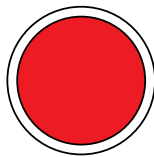

Figure 57. Bouton d'arrêt du disjoncteur
2. Appuyez sur le **bouton OFF (ARRÊT)** du disjoncteur (Figure 57) sur chaque générateur du système en parallèle.